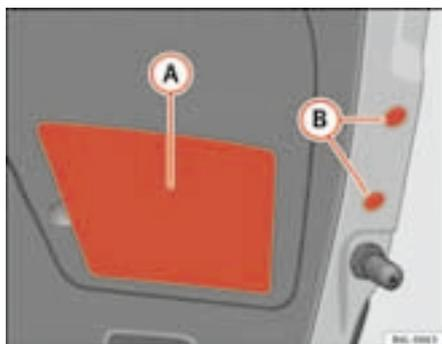

Fig. 158 Luz trasera en el portón
- Coloque los tapones **(B)** y la cubierta de plástico **(A)** ⇒ fig. 158